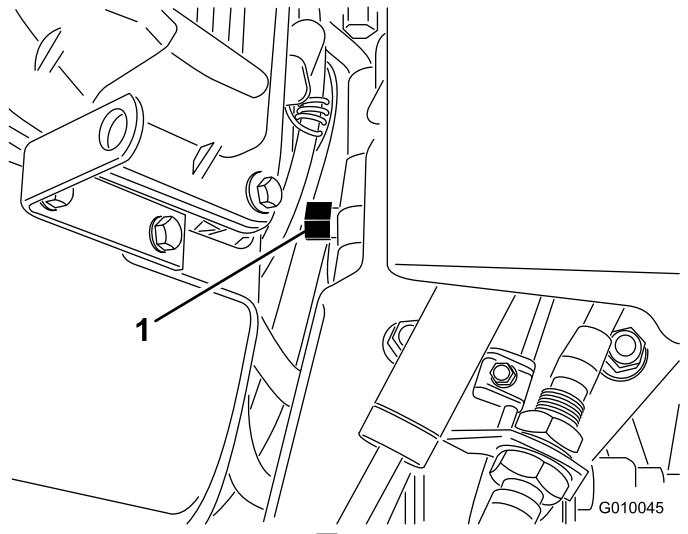

図 30
- エンジンと油圧ポンプの途中に配置されているバイパスバルブを探し出す（図 30）。
- レンチ（5/8")を使ってバイパスバルブを左回りに1回転させる。これで油圧回路がバイパスされ、車輪が自由に回るようになる（図 30）。
- エアレータの運転を再開するには、バイパスバルブを右回りに1回転させる（図 30）。